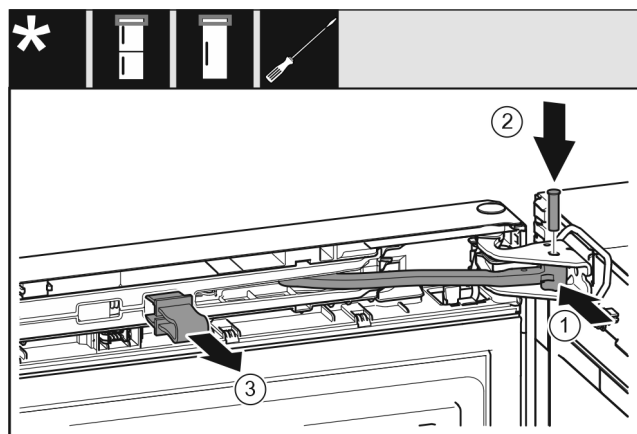

Fig. 61
- ▶ 将铰链 Fig. 61 (1) 转入托架。
- ▶ 将螺栓 Fig. 61 (2) 插入托架和铰链。同时注意止动凸轮需正确地位于凹槽中。
- ▶ 取下保险装置 Fig. 61 (3)。